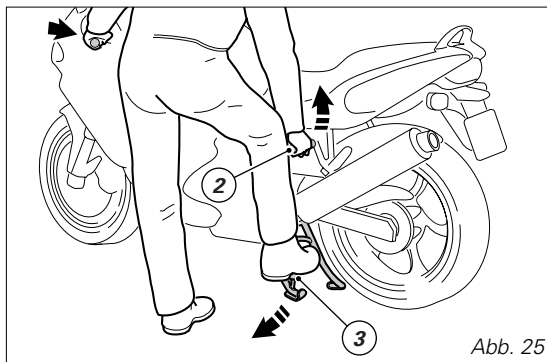

Abb. 25
Mit der linken Hand den linken Griff und mit der anderen Hand den Aufbockgriff (2, Abb. 25) umfassen. Mit dem rechten Fuß so lange auf die Abstellfläche (3) des mittleren Bocks drücken, bis er mit dem Boden in Kontakt kommt. Gleichzeitig das Motorrad am Aufbockgriff nach hinten hochziehen. Um den mittleren Motorradbock wieder in seine Ruhestellung zu bringen, reicht es aus, das Motorrad so lange nach vorne zu schieben, bis das Hinterrad wieder auf dem Boden zur Auflage kommt. Dabei müssen beide Lenkerhälften fest umfasst werden. Der Motorbock kehrt automatisch wieder in die Ausgangsposition zurück.